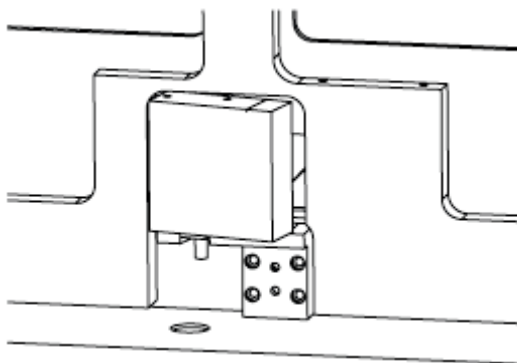

Рис. 2-8
5. Прикрепите головку ридера штрих-кодов к корпусу конвейера винтами, как показано на рис.2-8: